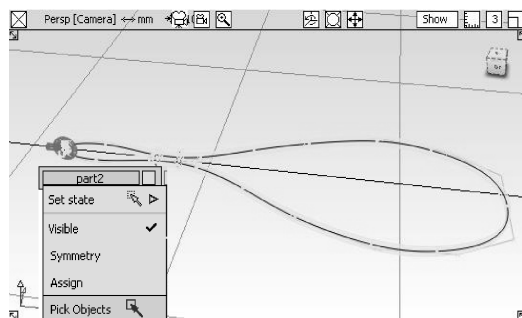

图 3-108 选择层中所有对象
- 66 选择【Pick nothing】工具，取消选择。在层栏中【part1】层上，按住鼠标左键，在弹出的菜单中选择【Visible】，取消隐藏【part1】层。在层栏中【part2】层上，按住鼠标左键，在弹出的菜单中选择【Pick Objects】，选取【part2】层的所有对象，如图 3-108 所示。